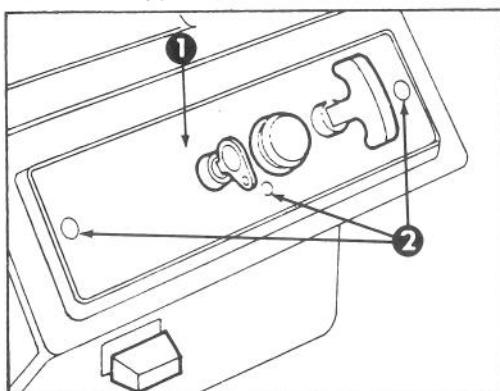

Figure 15
REEMPLACEMENT DE LA BOUGIE (Fig. 15, 16, et 17)
1. ENLEVEMENT DU TABLEAU DE COMMANDE (Fig. 15) — Enlevez les trois (3) vis à tête assujettissant le tableau de commande sur le logement. Enlevez la clé d'allumage et soulevez le tableau, le laissant pendre sur la corde de rappel.